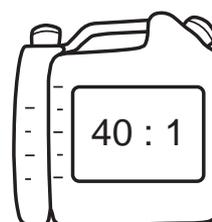

Fig. 13
- > Mélanger une essence ordinaire sans plomb et une huile pour moteur de bonne qualité dans le bidon à mélange fournie (Fig. 13).